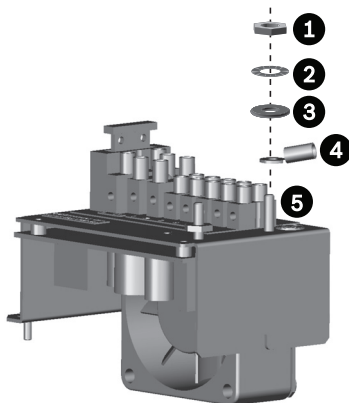

図 5.7 アース（接地）
付属のターミナルラグは、PCB ブラケットアセンブリのアース（接地）と外部のアース（接地）を接続するためのものです。図 5.7を参照してください。
- 図 5.7 の順に外した各パーツを取り付けます。